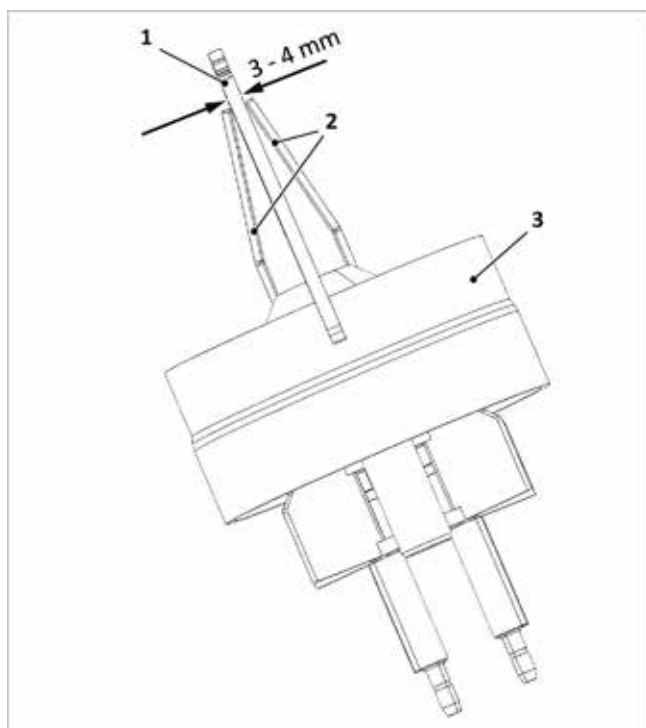

Abb. 150: Abstand Zündelektroden prüfen
3. Abstände der Elektroden wie in → Abb. 150 gezeigt kontrollieren, ggf. durch vorsichtiges Biegen korrigieren.